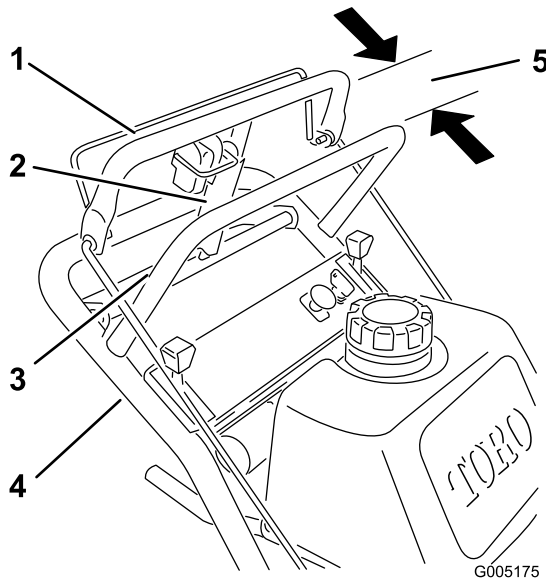

Bild 34
1. Prüfen Sie den Abstand zwischen dem oberen Schaltbügel und dem starren Bügel, während der Radantrieb voll eingekuppelt ist. Der Abstand sollte 25 bis 32 mm betragen (Bild 34).